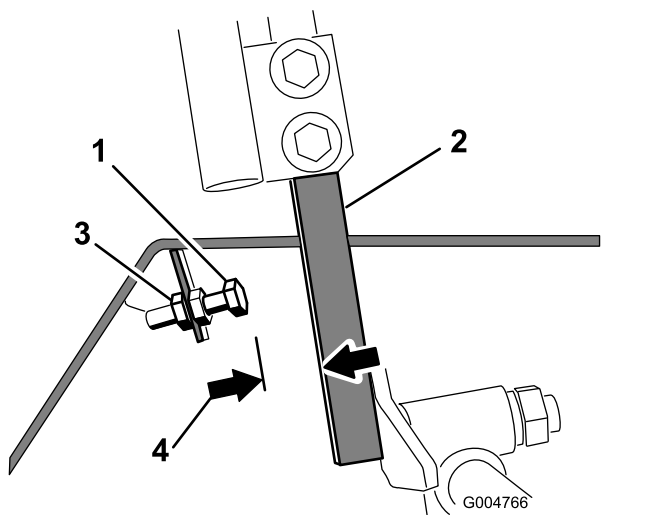

Figura 76
4. Afloje la contratuerca del perno de tope de una palanca de control (Figura 76).